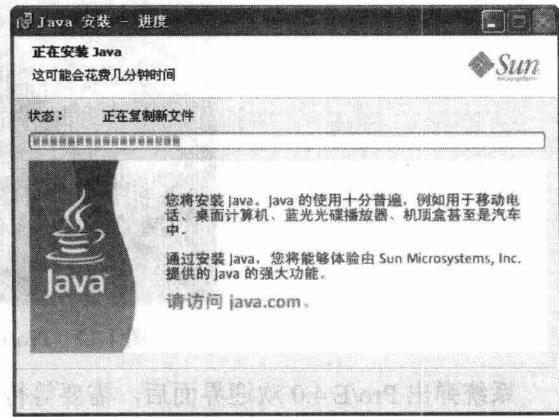

图 1-14 正在安装进度界面
(13) 单击【接受(A) >】按钮进入正在安装进度界面，如图 1-14 所示。